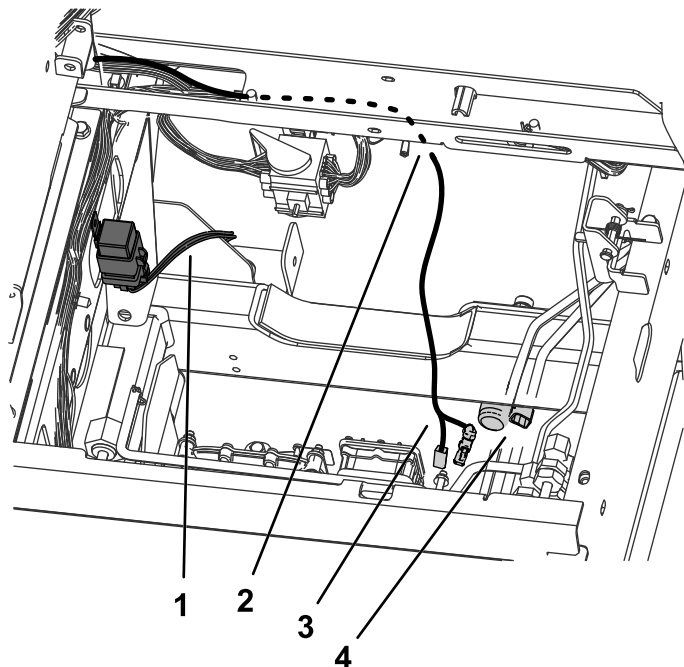
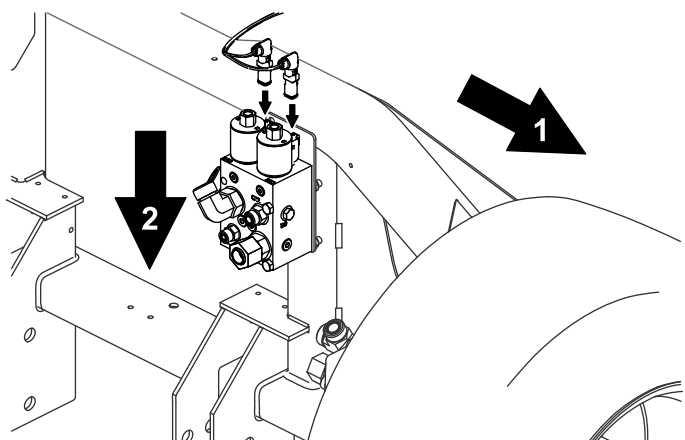

図 28
図 32
9. リレーに直接取り付けられずに残っている線2本を、既存のワイヤハーネスに沿ってフレームの下を通って、3ウェイマニホルドの真上まで配設する 図 28。
13. 残っているハーネスを、下フレームに沿って配設し、右前タイヤのすぐ内側にあるフローデバイダのコイルに接続する 図 28と図 32。